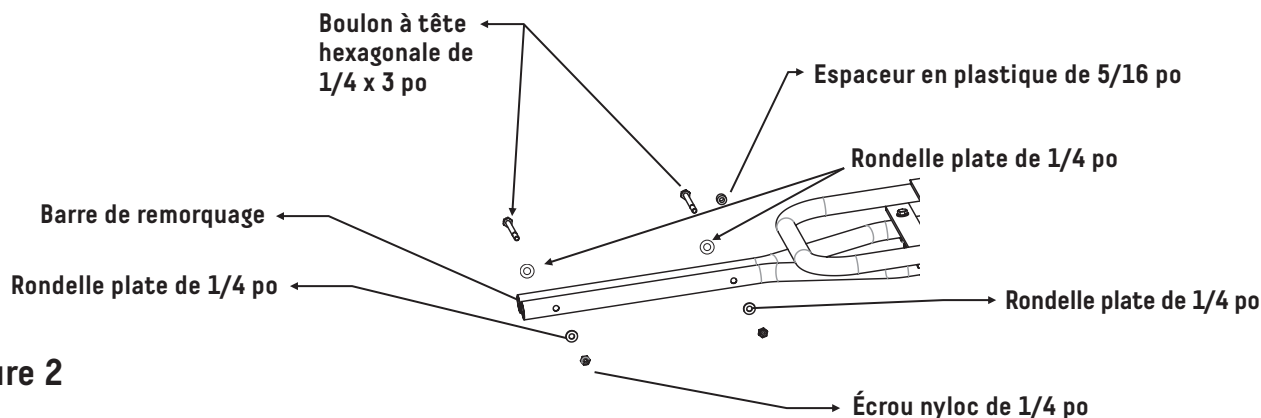

Figure 2
2. Assemblez deux boulons à tête hexagonale de 1/4 x 3 po, quatre rondelles plates de 1/4 po, deux écrous nyloc de 1/4 po et un espaceur de 5/16 po. Placez un boulon à tête hexagonale de 1/4 x 3 po dans une rondelle plate de 1/4 po, puis dans le premier trou latéral des tubes de la barre de remorquage, puis dans le second tube. Fixez le tout au moyen d'une rondelle plate de 1/4 po et d'un écrou nyloc de 1/4 po. Placez un autre boulon à tête hexagonale de 1/4 x 3 po dans une rondelle plate de 1/4 po et insérez-le dans le deuxième trou latéral du tube de la barre de remorquage. Posez l'espaceur de 5/16 po entre les deux tubes de barre de remorquage et insérez le boulon dans l'espaceur de 5/16 po et dans le deuxième tube de barre de remorquage. Placez une rondelle plate de 1/4 po sur le boulon et fixez-le au moyen d'un écrou nyloc de 1/4 po. Consultez la figure 2.